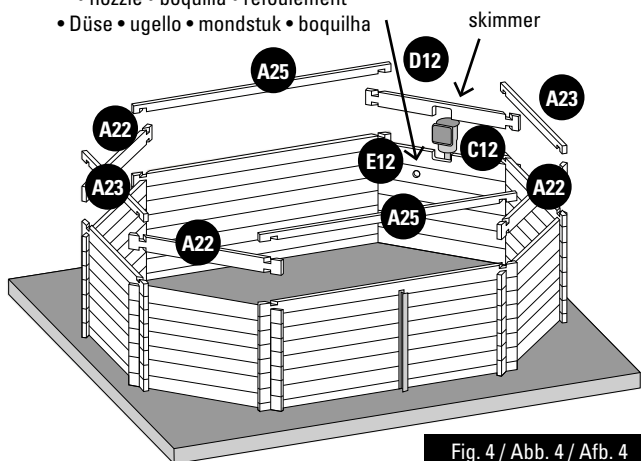

Fig. 4 / Abb. 4 / Afb. 4
**EN Skimmer:** • Place the specific boards of the skimmer facing the prevailing winds. Boards (C12) and (D12) will always be placed over a panel starting by board (A22) (figure 4). • The skimmer will not be stable until the pool is filled. **The skimmer (with its flap) is fitted as the same time as the finishing board.**
**FR Skimmer:** • Placez les madriers spécifiques au skimmer face aux vents dominants. Les madriers (C12) et (D12) se positionnent toujours sur un panneau commençant par un madrier (A22) (figure 4). • Tant que le bassin n'est pas rempli, le skimmer ne sera pas stable. **Le skimmer (avec son volet) s'emboîte en même temps que le madrier de finition.**
**NL Skimmer:** • Plaats de planken die specifiek voor de skimmer zijn met het gezicht op de overheersende windrichting. De planken (C12) en (D12) worden altijd op een paneel geplaatst en er wordt begonnen met plank (A22) (afbeelding 4). • Zolang het zwembad niet is gevuld, zal de skimmer niet stabiel zijn. **De skimmer (samen met zijn afsluiter) wordt op het zelfde moment ertussen gezet als de plank voor de afwerking.**